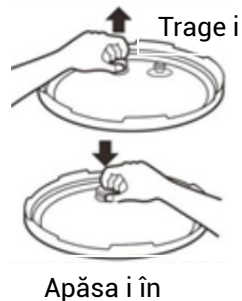

Figura 18
2. Pentru cură area corpului exterior (13) folosi i un burete neabraziv sa o lavetă umedă. Nu cufunda i NICIODATĂ corpul exterior (13) în orice lichid și nici nu turna i lichid în acesta.
3. Desprinde i vasul de condensare(12), limpezi i bine și lăsa i să se usuce. Cură a i corpul principal interior (13) și inelul superior (9) cu un burete sau lavetă umedă.
4. Desprinde i supapa de presiune (3) prin prindere și tragere în sus. Limpezi i cu caldă apă și usca i.
5. Cură a i capacul (2) cu apă caldă cu detergent, inclusiv inelul de etanșare din cauciuc (18), filtru (17), supapă, supapă de siguranță (4) și lăsa i să se usuce bine.
6. Pe partea inferioară a capacului, sub supapa de presiune (3), este un filtru metalic mic (17), care poate fi desprins ușor pentru a fi cură at (Figura 18).
8. Spăla i oala interioară (6), grila (20) și capacul din sticlă durificată (21) cu ajutorul uni burete neabraziv și lăsa i să se usuce la aer liber sau folosi i un prosop. Nu se recomandă nici un fel de spălător de sârmă care ar putea zgâria suprafa a neadezivă a oalei interioare (6).
Scoateți filtrul (17) prin tragere pe verticală și curățați-l. Dacă doriți să-l fixați la loc, puneți filtrul (17) simplu și apăsați-l în jos, pentru a-l asigura (Figura 18).